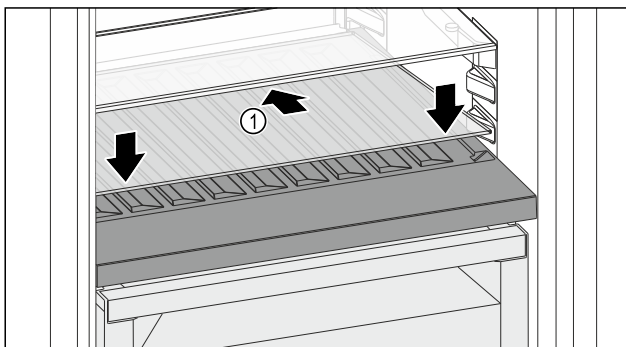

Fig. 144
- Posizionare il ripiano di vetro Fig. 144 (1) inclinato indietro e verso il basso.
- Abbassare la parte anteriore del ripiano di vetro Fig. 144 (1).